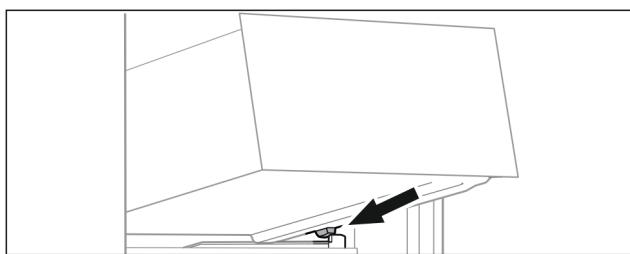

Fig. 121
- Schubfach schräg hinter den Stopfern auf Behälterrippe aufsetzen. (siehe Fig. 121)